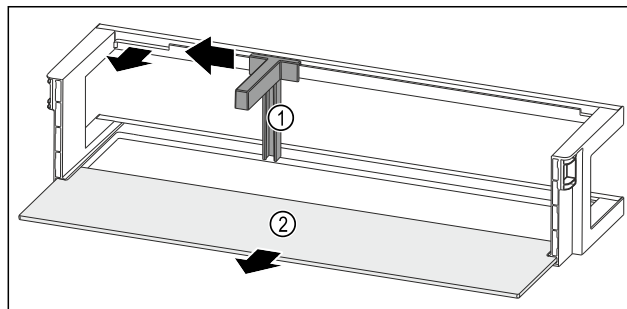

Fig. 51 Raft montat pe ușă cu suport pentru sticle și raft
- ▶ Împingeți în lateral suportul pentru sticle Fig. 51 (1) până la degajare.
- ▶ Extrageți suportul pentru sticle Fig. 51 (1).
- ▶ Extrageți raftul Fig. 51 (2).